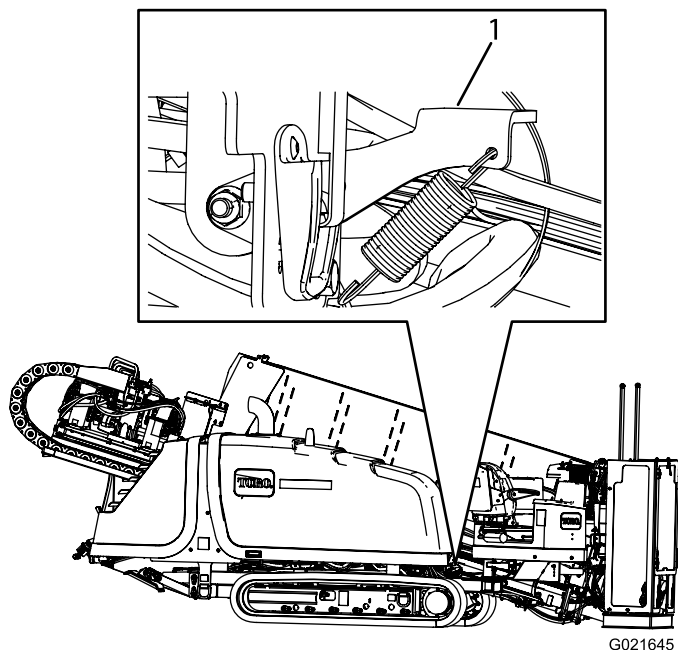

Рисунок 58
2. Нажмите вниз на защелку капота, как показано на Рисунок 58.